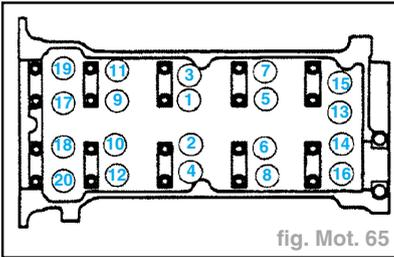

fig. Mot. 65
- Serrer les boulons de chapeaux d'arbres à cames deux ou trois passes dans l'ordre indiqué (fig. Mot. 65).